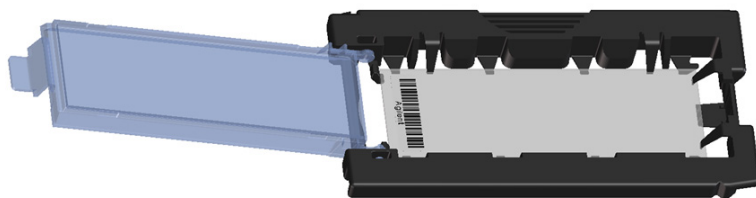

Figura 40 Vetrino inserito nel portavetrini
- d Abbassare delicatamente il vetrino nel portavetrini. Vedere Figura 40.